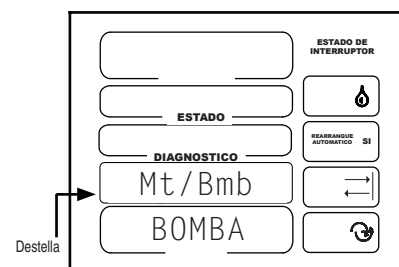

Figura 47-2
La bomba de control de motor/motor/motor alt se usa para seleccionar y controlar el tipo de unidad de bombeo que se usa junto con el equipo. El ajuste predeterminado de fábrica para bomba de control de motor/motor/motor alt es bomba como se muestra en la Figura 47-2.
1. Motor/bomba debe estar destellando. Vea la Figura 47-2.